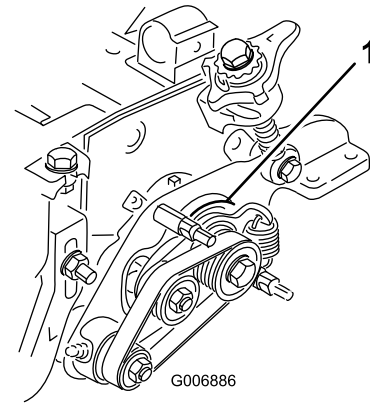

Bild 28
5. Stellen Sie sicher, dass sich die Hauptantriebsbüchse (Bild 28) ungehindert um den Antriebshub dreht.